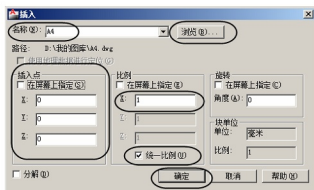

图 8-16 【插入】对话框
(1) 选择欲插入的对象文件: 单击【浏览】按钮, 找到要插入的对象(D:\我的图库\A4)。此时,【名称】后出现被插入的对象名称, 并在其下方同时显示该文件的所在路径, 如图 8-16 所示。
(2) 设置【插入点】、【比例】: 去掉【在屏幕上指定】复选框前的勾, 设置【X】、【Y】、【Z】值皆为“0”; 单击【统一比例】复选框, 设置【X】=1, 如图 8-16 所示。